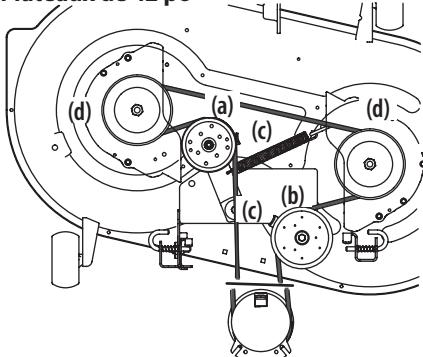
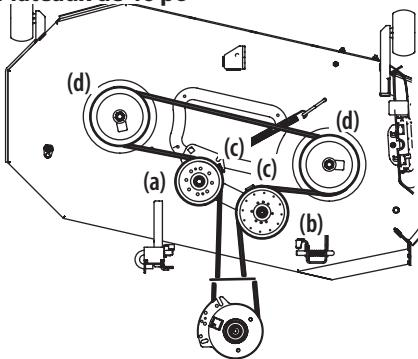
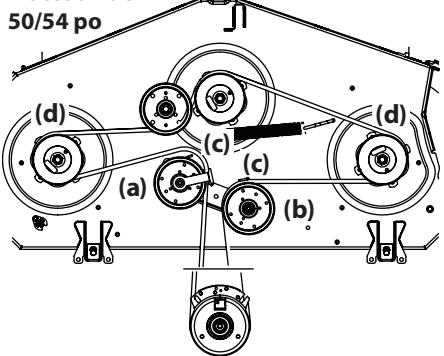
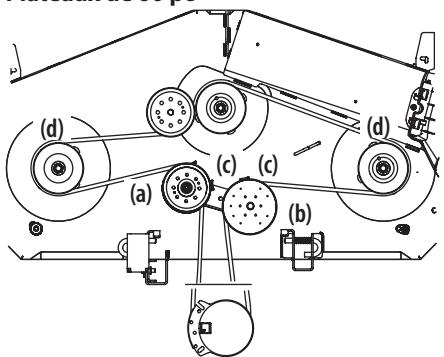

Figure 46
Figure 47
Figure 48
Figure 49
2. Desserrez, mais ne retirez pas le matériau du galet tendeur droit (a) et gauche (b). Consultez la Figure 46 pour les plateaux de 42 pouces, la Figure 47 pour les plateaux de 46 pouces, la Figure 48 pour les plateaux de 50 et 54, et la Figure 49 pour les plateaux 60 pouces.